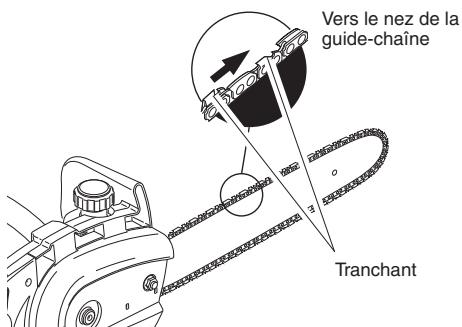

Figure 6 - Sens de la chaîne
6. Placer la chaîne autour du pignon d'entraînement, ensuite le long de la rainure supérieure du guide-chaîne et autour du nez du guide-chaîne. *Note* : S'assurer que la face tranchante des maillons de la chaîne soit placée dans la bonne direction. Placer la chaîne de façon à ce que la face coupante des maillons sur le secteur supérieur du guide-chaîne soit dirigée vers le nez du guide-chaîne (voir la Figure 6, page 48, et le voyant sur le capot latéral de la tronçonneuse).